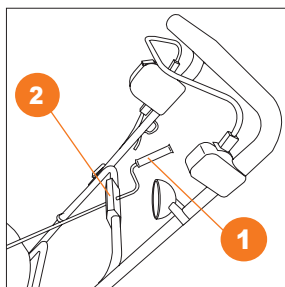

Рис. 10
3. Проденьте ручку изменения направления выброса **1** в фиксатор **2** расположенный на нижней рукоятке **DAST 2600E** (Рис. 10).